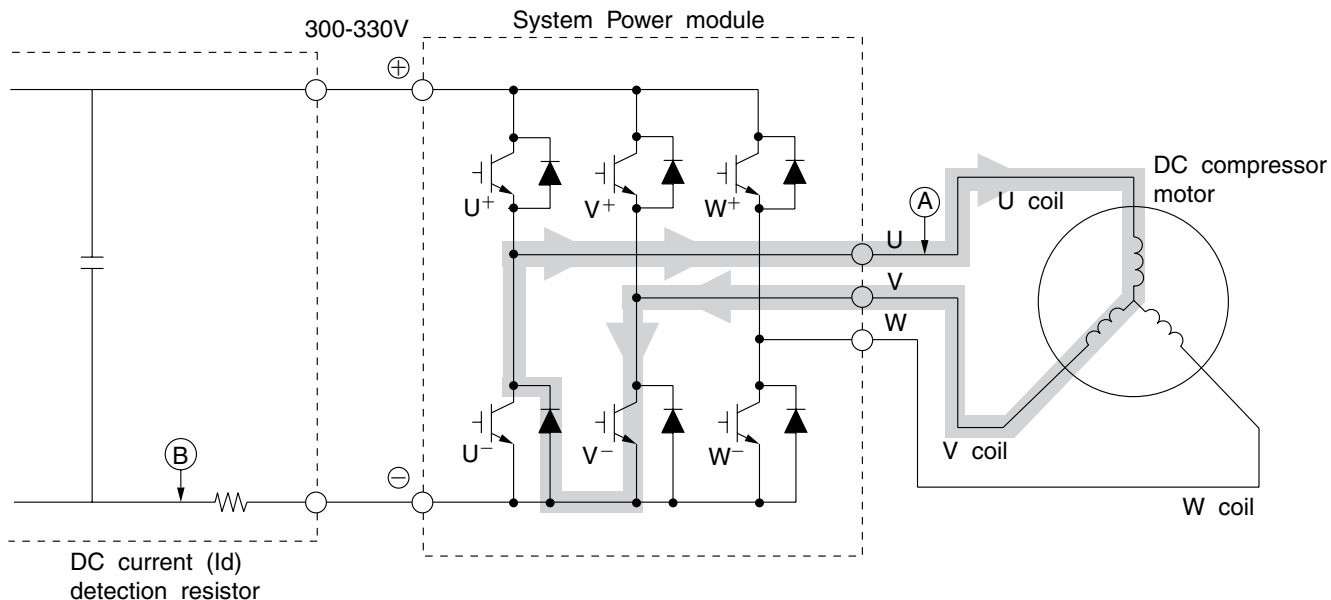

Fig. 3-4 System Power module circuit ( $U^+$  is OFF,  $V^-$  is ON)
- (1) Quand le transistor U+ est OFF : (par induction de la bobine du moteur) Bobine U → Bobine V → transistor V- → diode de retour → point ⓐ (Fig. 3-4)